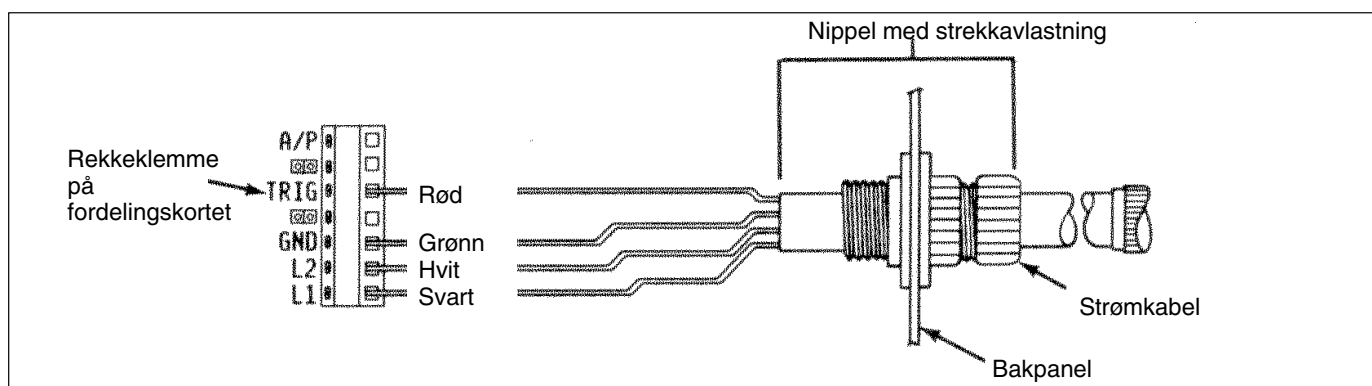

Fig. 3-3 Tilkobling av kablene fra strømforsyningsenhetene
3. Trekk endene av strømkablene som ble levert med strømforsyningsenhetene, gjennom kabelniplene og koble de enkelte lederne til rekkeklemmene i overensstemmelse med fig. 3-3.